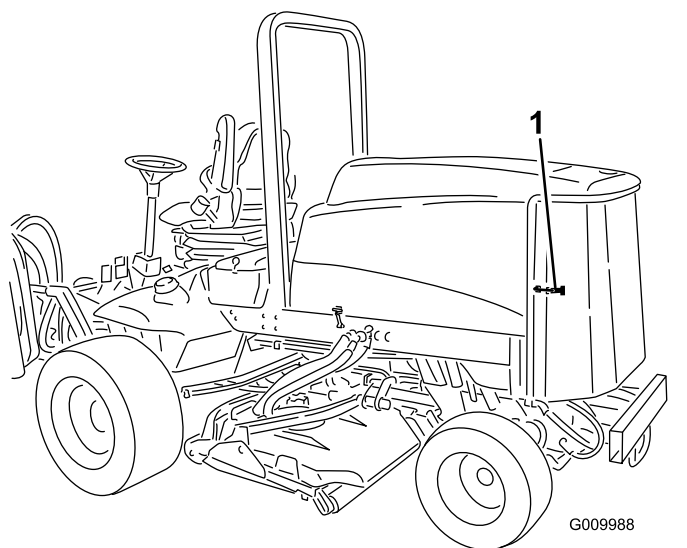

図 78
1. 後部スクリーンのラッチを外してスクリーンを開く(図 78)。